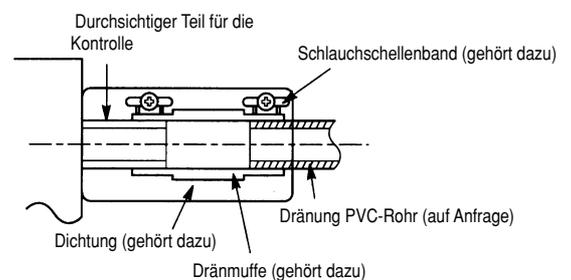

Abb. 3-6
- Die Schlauchschellen müssen befestigt werden, in dem das Schraubenspann System oben bleibt. (Abb. 3-6).